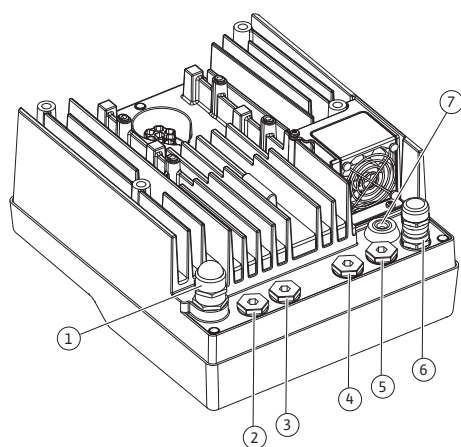

Fig. 19: Кабелни съединения с резба/
4. Захранващият кабел трябва да се прекара през кабелното съединение с резба M25 (Fig. 19, поз. 1). Затегнете кабелното съединение с резба с указаните въртящи моменти.